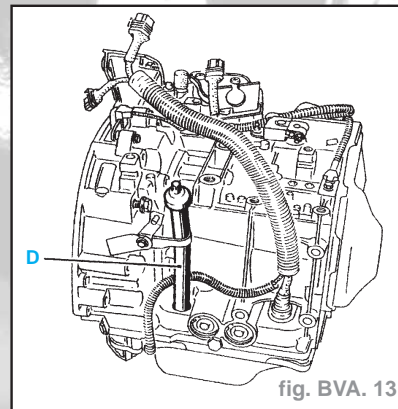

fig. BVA. 13
- Le remplissage s'effectue par le tube (**D**) (fig. BVA. 13).
- La vidange du mécanisme s'effectue en déposant le bouchon (1) à empreinte triangulaire (B.Vi. 1213). Le bouchon (3) est un bouchon de mise à niveau (empreinte carrée).